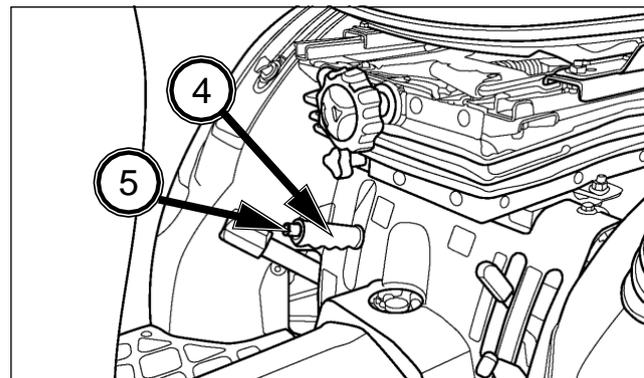

FIG. 46
FIG. 46 y 47: El freno de estacionamiento actúa sobre las ruedas traseras del tractor. Para accionar los frenos de estacionamiento, levante la palanca de estacionamiento (4) para bloquear los frenos en la posición elegida.